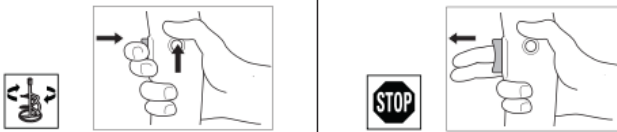

Figure 5
- Monter l'agitateur E sur la tige D comme indiqué sur la figure 5